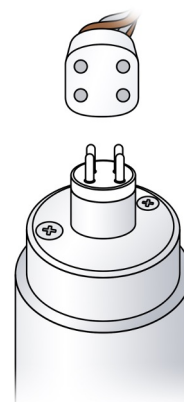

Fig. 3
- LIGUE o conector da lâmpada à extremidade da UV, certificando-se de que o conector está corretamente alinhado com os pinos. (consulte a Fig. 3 na página anterior)